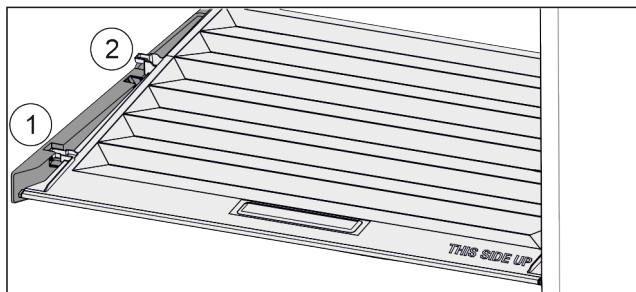

Fig. 107
- ▶ 将盖子向前拉 Fig. 107 (1)至定位件开口。
- ▶ 从下方抬起后端并向上将其移出 Fig. 107 (2)。